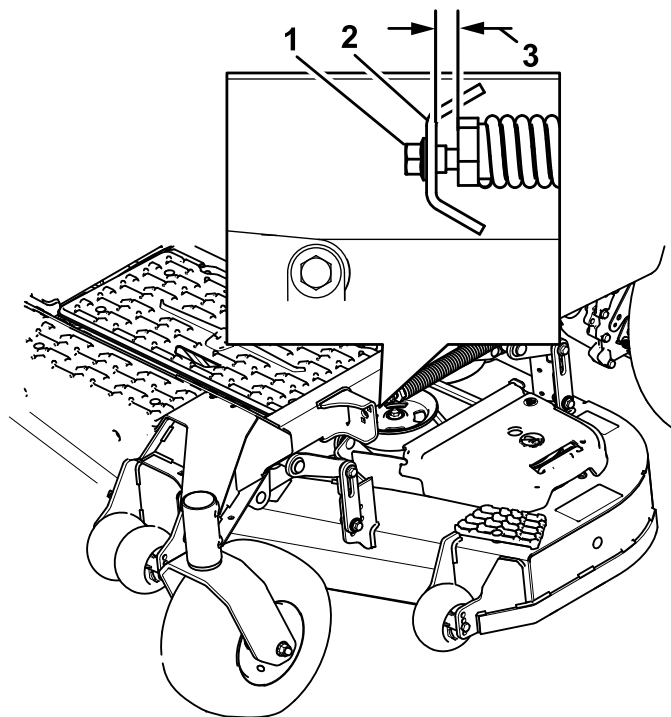

Figura 108
10. Afloje lentamente el tornillo de ajuste del muelle auxiliar de elevación hasta que pueda retirar el tornillo (Figura 108).